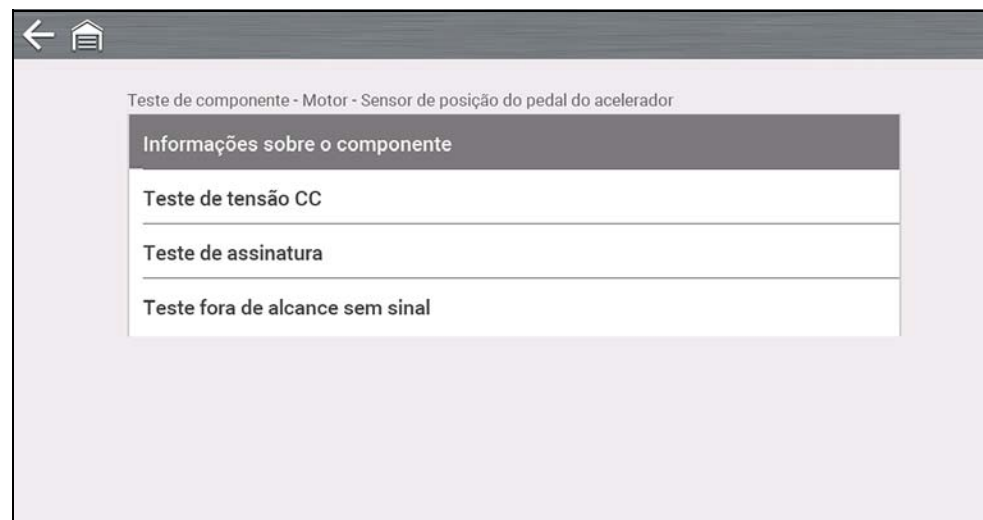

Figura 8-5
2. Selecione **Informações do componente** no menu Teste de componentes (Figura 8-5).